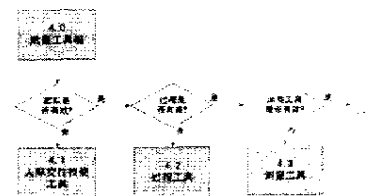

图4 QSDR 4.0——质量工具箱
4. QSDR 4.0——质量工具箱: 帮助你识别数据分析工具和方法以实现你在运行过程中的质量目标 (见图 4)